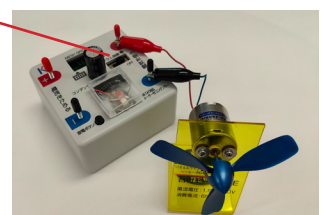

図 3. 電気の利用実験での使用例（プログラム制御 OFF）
①電気の利用実験（プログラミング制御 OFF）で使用する場合（図3）